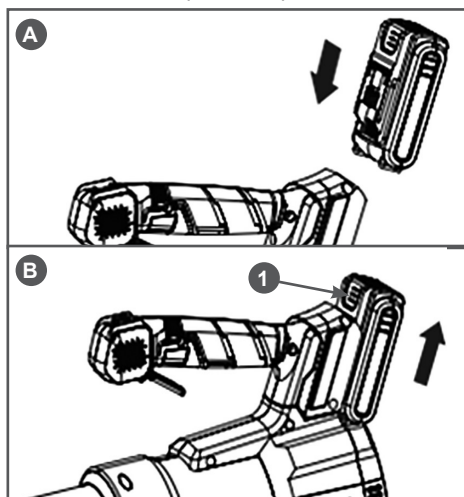

Рис. 3 Установка и извлечение аккумулятора
3. Вставьте аккумулятор в аккумуляторный отсек, пока не услышите щелчок (Рис. 3А). Убедитесь, что аккумулятор полностью вставлен и зафиксирован. Чтобы извлечь аккумулятор, нажмите кнопку разблокировки фиксатора и выньте аккумулятор (Рис. 3В).